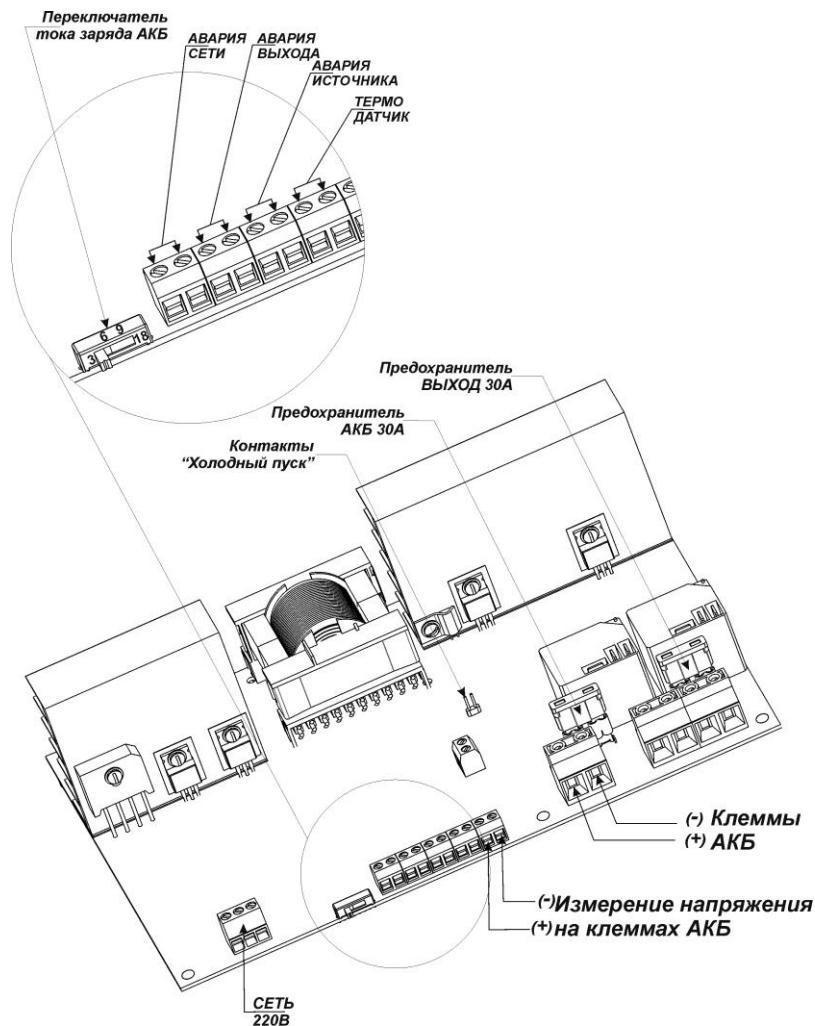

Рисунок 3 - Расположение органов коммутации, управления и защиты в зарядном устройстве
- 1) Устанавливается пользователем (см. рисунок 3 и табл. 3); Значение тока заряда АКБ не должно превышать 20% от значения номинальной емкости АКБ, для исключения «перезарядки» и термического повреждения АКБ
- выставить переключателем ток заряда АКБ см. таблицу 3 и рисунок 3;